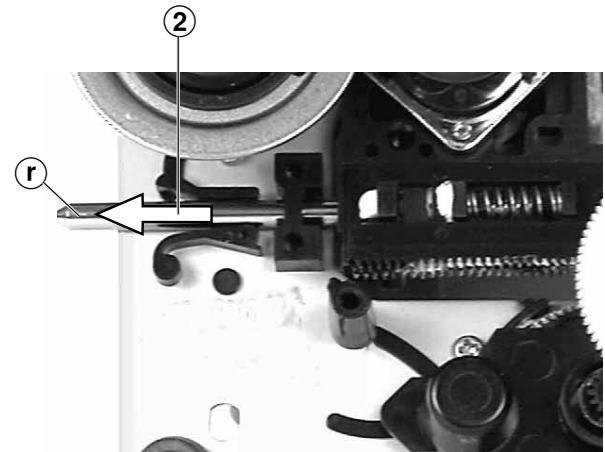

Fig. 12
- Führungsstange (r) in Pfeilrichtung (2) schieben und Lasereinheit abnehmen (Fig. 12).
- Move the guide rail (r) in the direction of arrow (2) and remove the laser pick-up (Fig. 12).